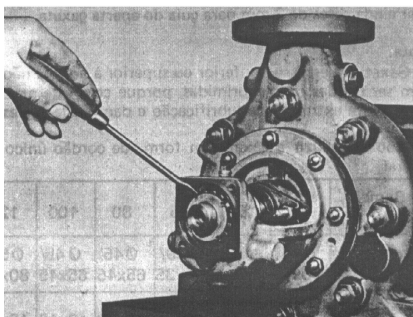

Fig. 2
- Soltar la lengüeta de la chapa de seguridad que traba el Buje de Fijación del Rodamiento, usando un pasador o la punta de un destornillador. (Ver fig. 2)